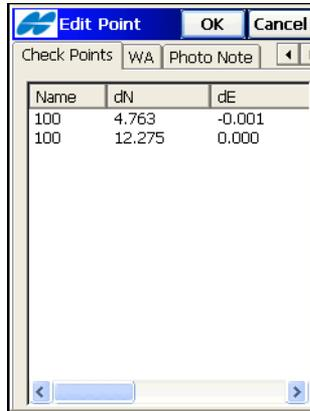

Abbildung 6-6. Prüfen von Punkten
6. Wenn ein Punkt in mehreren Punktobjekten enthalten ist, werden diese Punkte im Register *Prüfe Punkte* des Fensters **Edit Punkt** angezeigt (Abbildung 6-6 auf Seite 6-5).